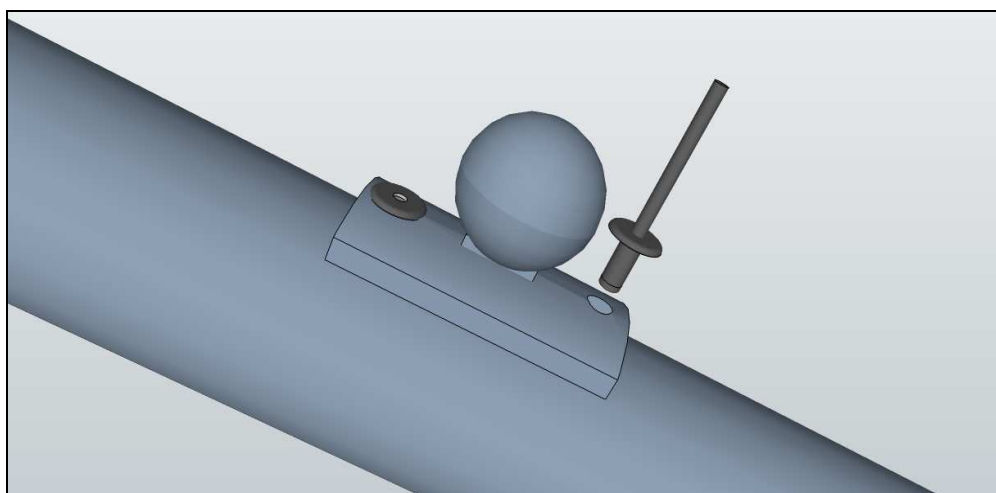

Рис.14
13. Прикладываем верхнюю часть крепления поручня к стойке, в отверстия вставляем **заклепки вытяжные со стандартным буртиком (A2/A2) 4,8*10 (ZVS-4,8*10)** и силовым заклепочником производим их сжатие (рис.14).